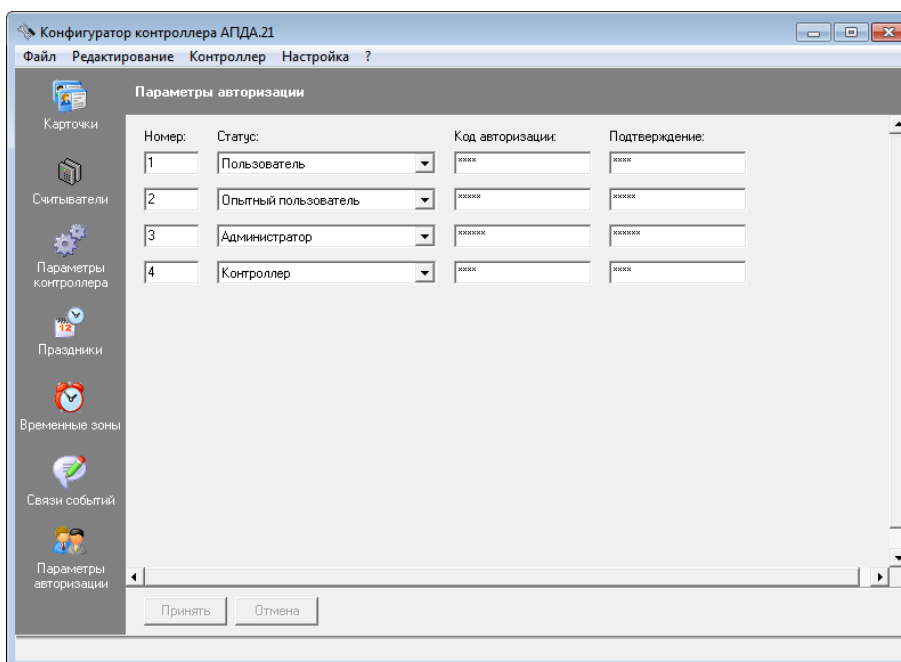

Рисунок 36 – Окно "Параметры авторизации"
- 12) При необходимости измените параметры авторизации при обмене по сети. Для этого выберите пункт меню "Редактирование/Параметры авторизации", в открывшемся окне "Параметры авторизации" (см. Рисунок 36) отредактируйте коды авторизации и нажмите кнопку "Принять".